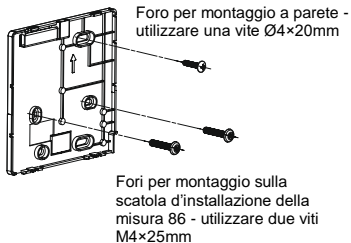

Fig. 4
3. Per il montaggio del coperchio posteriore sulla scatola d'installazione misura 86 utilizzare due viti M4x25 e una vite M4x20 per il fissaggio sulla parete. (Vedere fig. 4)